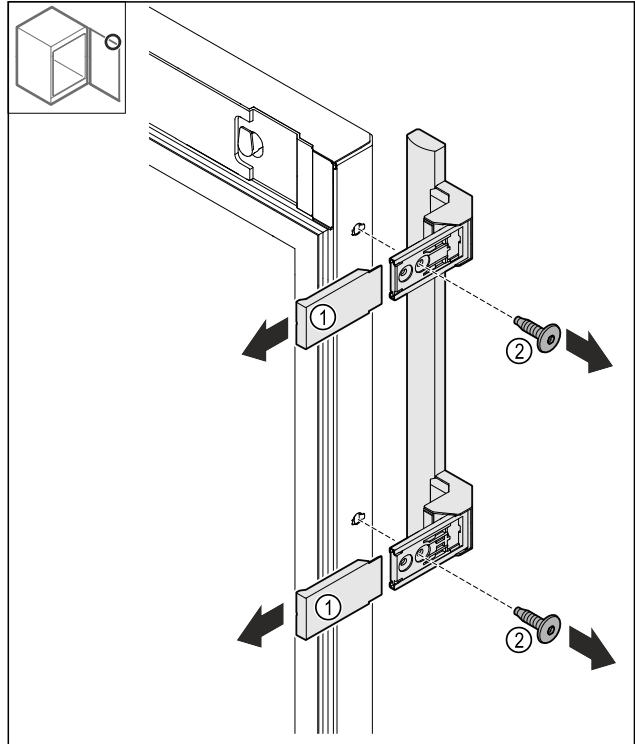

Fig. 24
- Зніміть накладки Fig. 24 (1).
- Вкрутіть гвинти Fig. 24 (2).